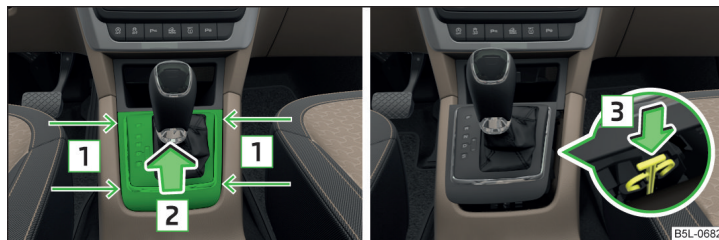

Fig. 189 Deblocarea de urgență a selectorului de viteze
- Introduceți o șurubelniță dreaptă în fantă, în zona săgeții **1** » fig. 189 și ridicați capacul în sensul săgeții **2**.